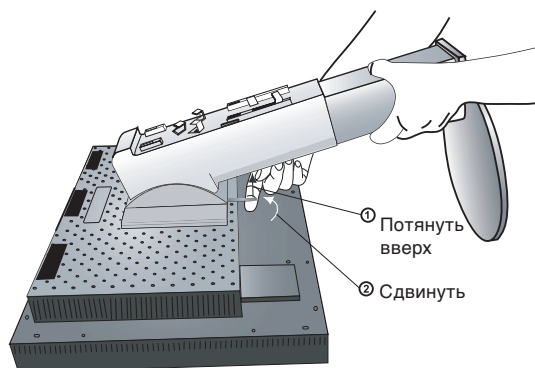

Рисунок S.2
5. Возьмитесь одной рукой за основание, а другой за защелку. Сдвиньте защелку в направлении, указанном стрелками (**Рисунок S.2**).